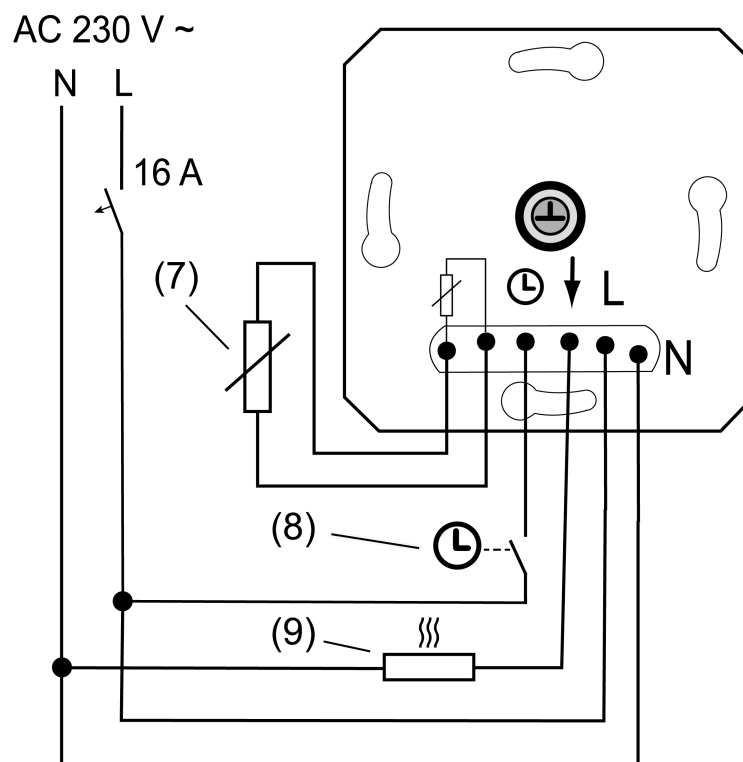
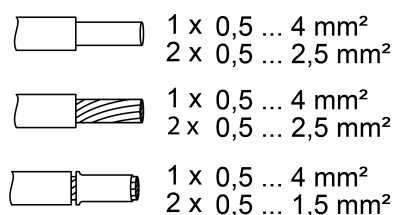

Figura 2: Esempio di collegamento dell'unità da incasso
Figura 3: Sezione trasversale conduttore
- (7) Sensore di temperatura esterno (sonda remota)
- (8) Contatto di commutazione orologio centrale
- (9) Riscaldamento a pavimento elettrico
- Collegare l'inserto (1) secondo lo schema di collegamento (Vedi figura 2). Rispettare le sezioni dei conduttori (Vedi figura 3).
- Se lo si desidera, collegare l'ingresso del funzionamento di abbassamento \oplus tramite un contatto di commutazione di un orologio centrale (8). Se all'ingresso sono presenti 230 V, la temperatura nominale impostata viene ridotta di 4 °C.
- Applicare telaio di copertura (2), piastra centrale (4) e pulsante di comando (5).